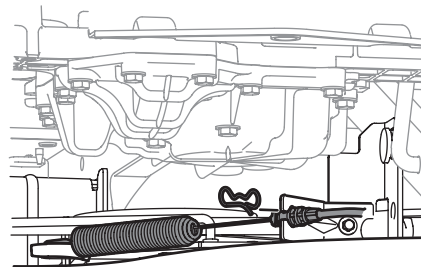

Figura 4-2
- Extraiga el pasador de chaveta que sujeta el cable de la PTO al soporte de la plataforma, tire hacia atrás del cable de la PTO, luego deslícelo fuera del soporte y desenganche el resorte de la polea loca. Vea la Figura 4-2.